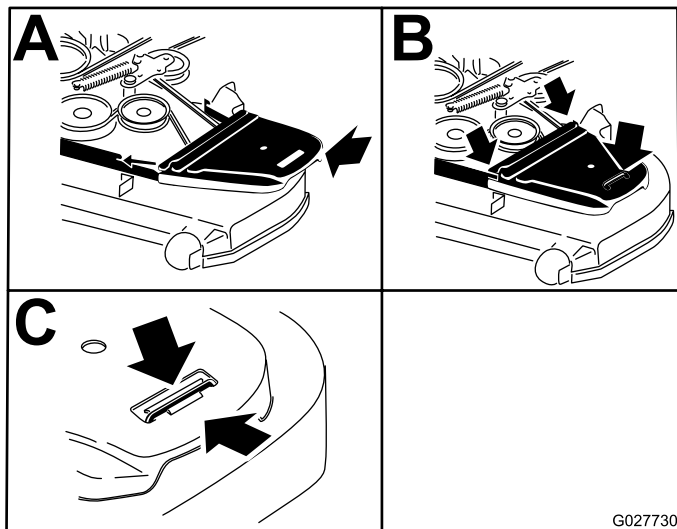

Figura 62
14. Montate i paracinghia (Figura 62).